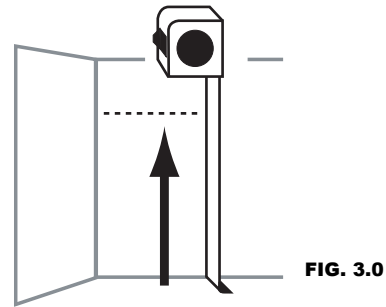

FIG. 3.0
1. À l'aide des mesures de hauteur des tablettes (A), mesurer à partir du sol et marquer l'emplacement de la tablette supérieure sur la paroi arrière du placard (fig. 3.0).